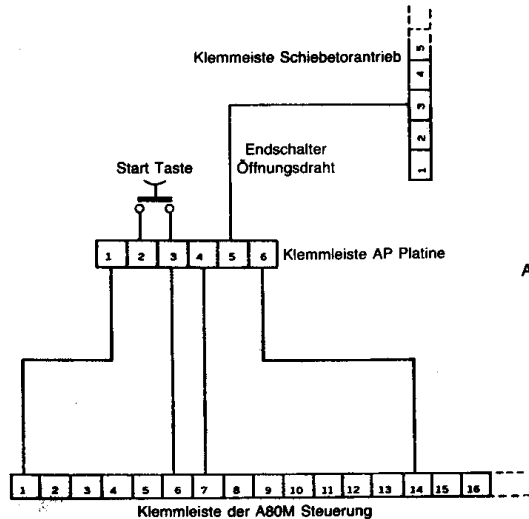

Abb. 4
6.B) Die Anschlüsse gemäß Abb. 4 durchführen.